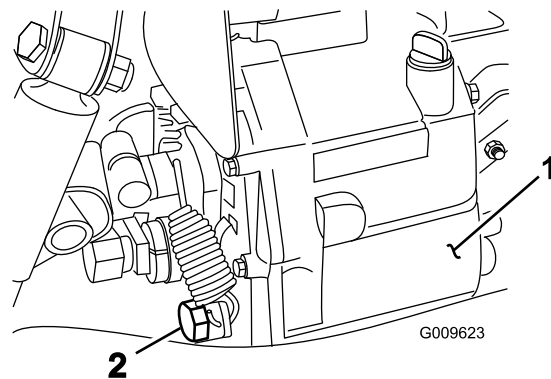

図 70
2. 油圧オイルタンクの側面にあるドレンバルブをゆるめ、流れ出すオイルを容器に受ける(図 70)。